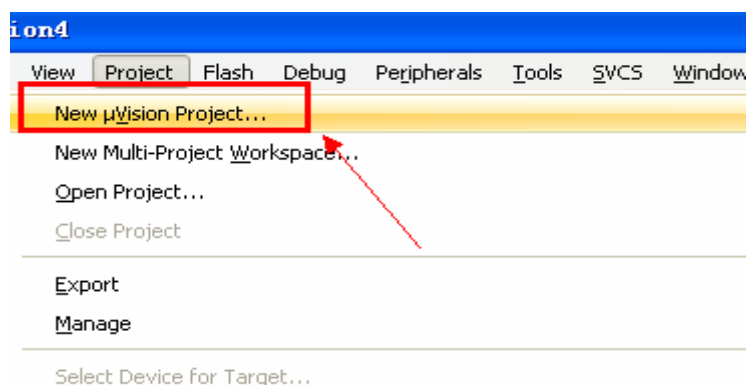

图 4-66 点击“New µVision Project”新建工程
2. 在工具栏Project->New μ Vision Project...新建我们的工程文件，如下图4-66所示，我们